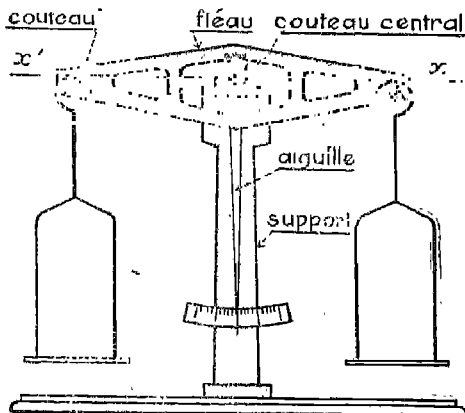

Fig. 1. — Balance à plateaux suspendus.
Avec la balance à plateaux suspendus (fig. 1) et la balance de Roberval, étudiées l'an passé, les commerçants en utilisent d'autres plus commodes ou plus robustes :
la balance romaine, ou simplement romaine (fig. 1, page 300), si robuste qu'on peut la transporter sans risque de la déformer ;
*Description.* — La balance à plateaux suspendus se compose essentiellement (fig. 1) d'un levier à bras égaux, ou fléau, très mobile autour de l'arête d'un couteau fixé en son milieu. Ce fléau porte deux plateaux, par l'intermédiaire de deux autres couteaux, un à chacune de ses extrémités.